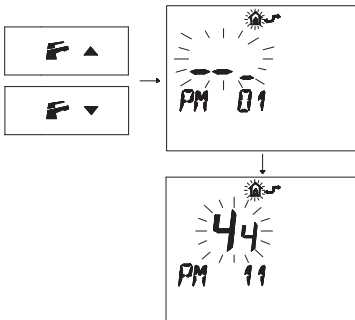

Figura 5.39
- Pulse los botones o para visualizar la programación "PM11" de la postcirculación de la bomba (Figura 5.39).